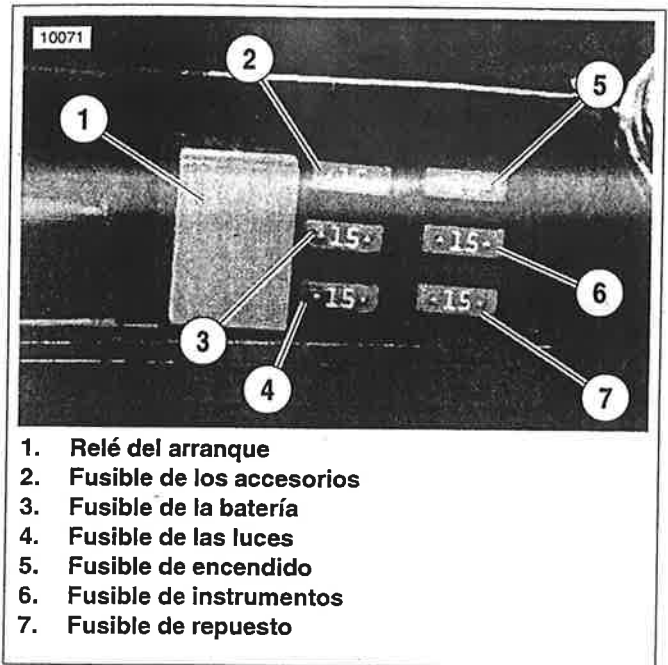

Figura 7-65. Bloque de relés/fusibles
2. Vea la Figura 7-65. Saque el fusible sospechoso (2-6) de las ranuras en el relé/bloques fusibles e inspeccione para detectar si está quemado o tiene otros daños. Reemplace si es necesario:
2. Vea la Figura 7-65. Sostenga el cuerpo del relé del arranque (1) y con un movimiento suave de vaivén, tire del relé directamente hacia fuera del bloque de relés/fusibles.